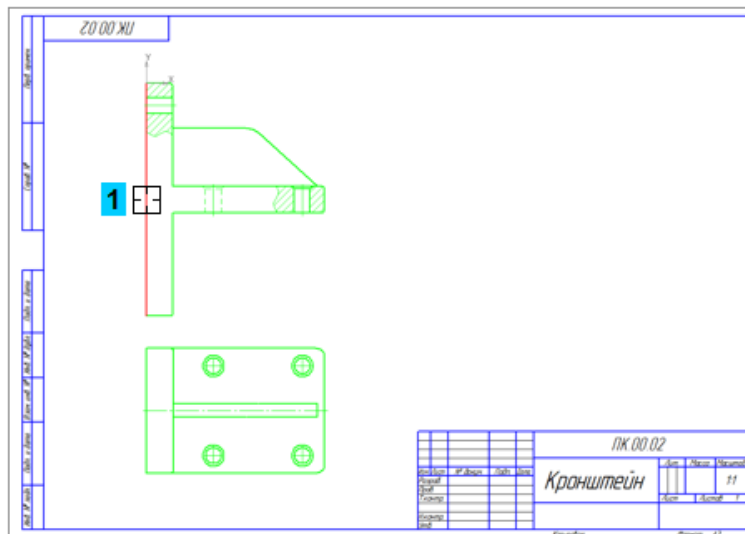

Рисунок 10.
- Укажите курсором вертикальную линию на Главном виде — система построит зеркальное изображение детали (рис. 10).